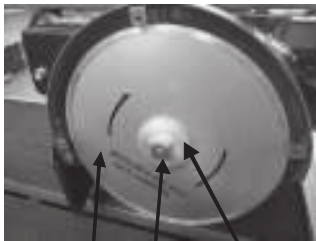

Рис. 5
2. Удерживая ключом шпindel, вторым гаечным ключом открутите зажимную гайку (2) диска (3) (по часовой стрелке) и снимите внешний фланец шпинделя (4) (рис. 5).